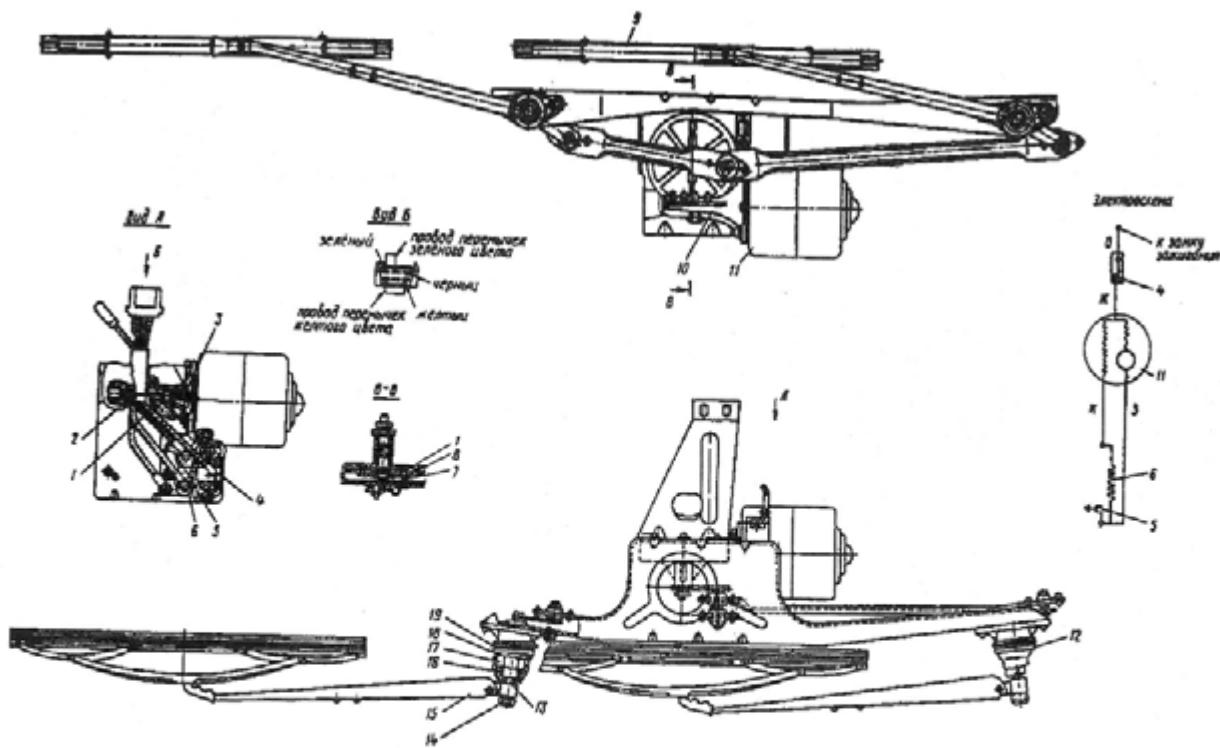

Рис. 279. Стеклоочиститель CL220 стекла ветрового окна:
На автомобиле установлен двухскоростной стеклоочиститель СЛ220ПЛ с электроприводом. Все узлы стеклоочистителя имеют общее основание. Электродвигатель 11 (рис. 279) стеклоочистителя крепится к фланцу червячного редуктора 10, в свою очередь закрепленному на основании стеклоочистителя. В редукторе установлен механизм самоостанова, состоящий из контактного диска 8 и контакта 7, обеспечивающий автоматическую остановку щеток 9 в горизонтальном положении после выключения стеклоочистителя.
Стеклоочиститель расположен под панелью приборов и прикреплен нижней частью основания к распорке кузова двумя болтами с гайками, к наружной панели кузова стеклоочиститель прикреплен также двумя гайками 17 (см. рис. 279).
2. Отверните гайки 14 (рис. 279) крепления рычагов 15 щеток 9 и снимите рычаги вместе со щетками.